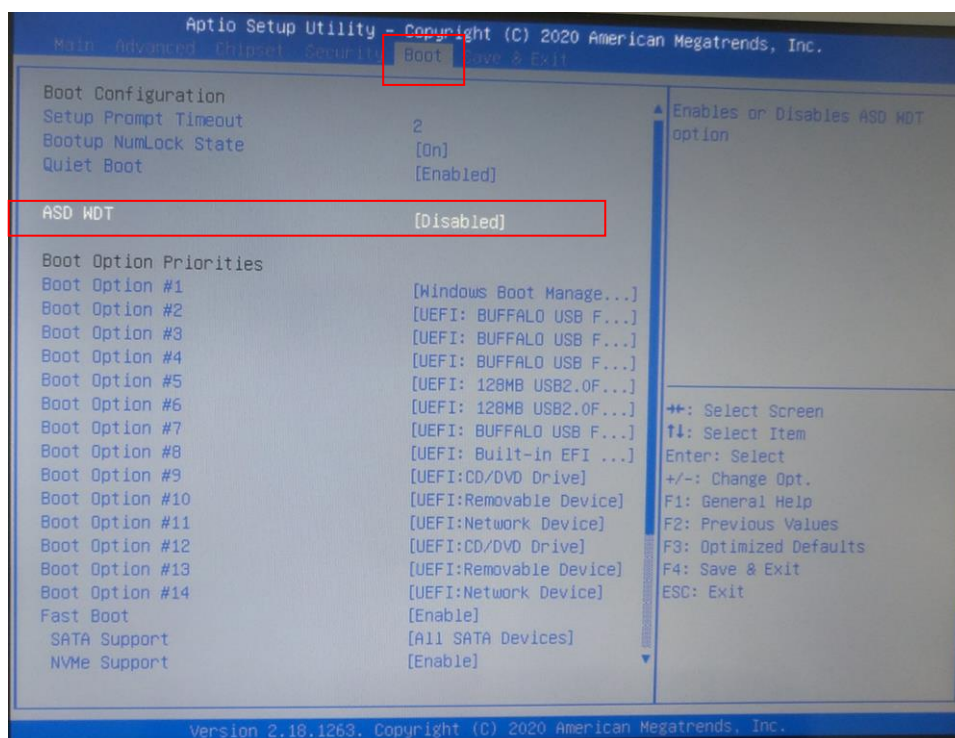

図 5-1-4-1. BIOS 設定画面 ASD WDT 設定
- ① リカバリ USB を産業用組込み PC 本体に接続します。
- ② キーボード、マウスを接続します。
- ③ 電源を入れます。BIOS 起動画面が表示されたところで [DEL] キーを押し、BIOS 設定画面を表示させます。
- ④ BIOS 設定画面が表示されたら、[Boot] メニューを選択します。(図 5-1-4-1)
- ⑤ [ASD WDT] を [Enable] に設定します。